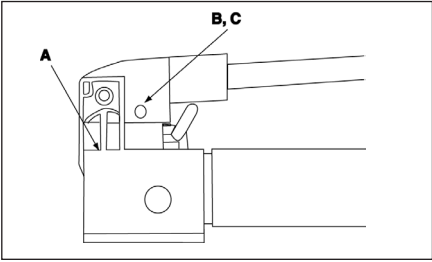

図10
ポンプの寿命を延ばし、性能を高めるため、ビームピン (A)、クロスピン (B)、ピストンヘッド (C) を定期的にローラーベアリンググリースで潤滑してください。図10を参照してください。